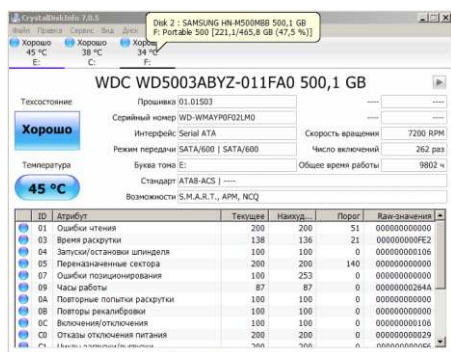
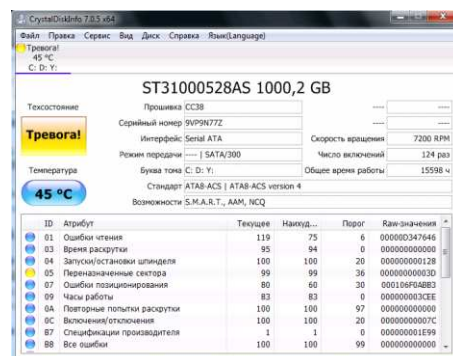

Рис. 35. Состояние диска нормальное
Рис. 36. Требуется замена диска
- 2 - после загрузки утилиты – выбрать интересующий жёсткий диск. В окне утилиты на индикаторе «Техсостояние» отобразится оценка состояния выбранного диска (Рис. 35, Рис. 36).